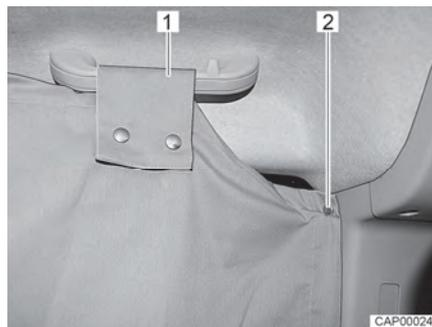

Fig. 23 Oscurante per cabina di guida sul finestrino laterale
- Fissare l'oscurante per cabina di guida su un lato della cabina di guida. A tale scopo, fissare due bottoni a pressione (Fig. 23,2) dietro il finestrino laterale, sul montante B.
- Guidare l'asola (Fig. 23,1) sopra l'impugnatura fino a portarla sopra il finestrino laterale e fissarla con i bottoni a pressione.